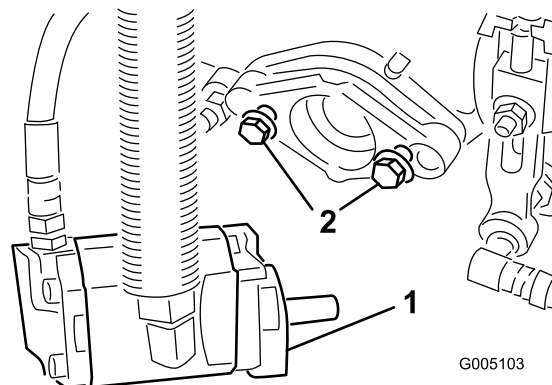

Figure 10
- Veillez à laisser dépasser environ 13 mm de filetage sur chaque boulon de fixation de moteur d'entraînement de cylindre (Figure 10).
9. Resserrez les boulons de montage (Figure 10).